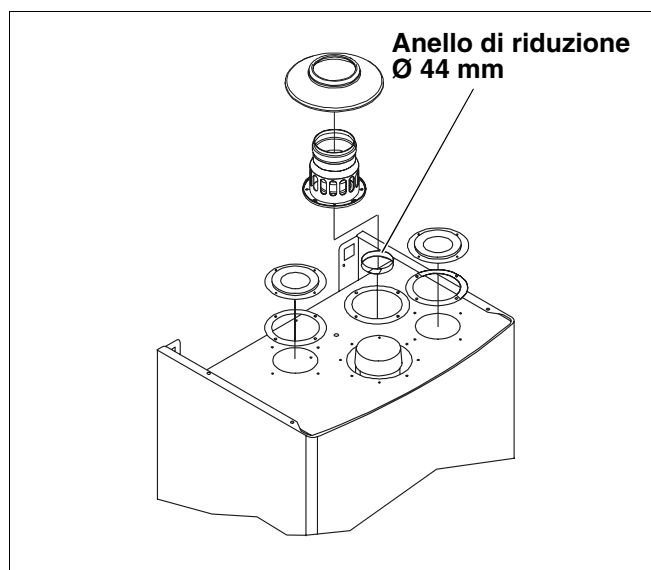

Fig. 14 Montare l'anello di riduzione e l'adattatore
- Per il sistema di scarico del diametro di 80 mm e con una lunghezza tra 0,5 m e 4 m è necessario inserire un anello di riduzione del diametro di 44 mm nell'adattatore dell'uscita di ventilazione (fig. 14). L'anello di riduzione è contenuto all'interno dell'imballaggio della caldaia istantanea a gas.